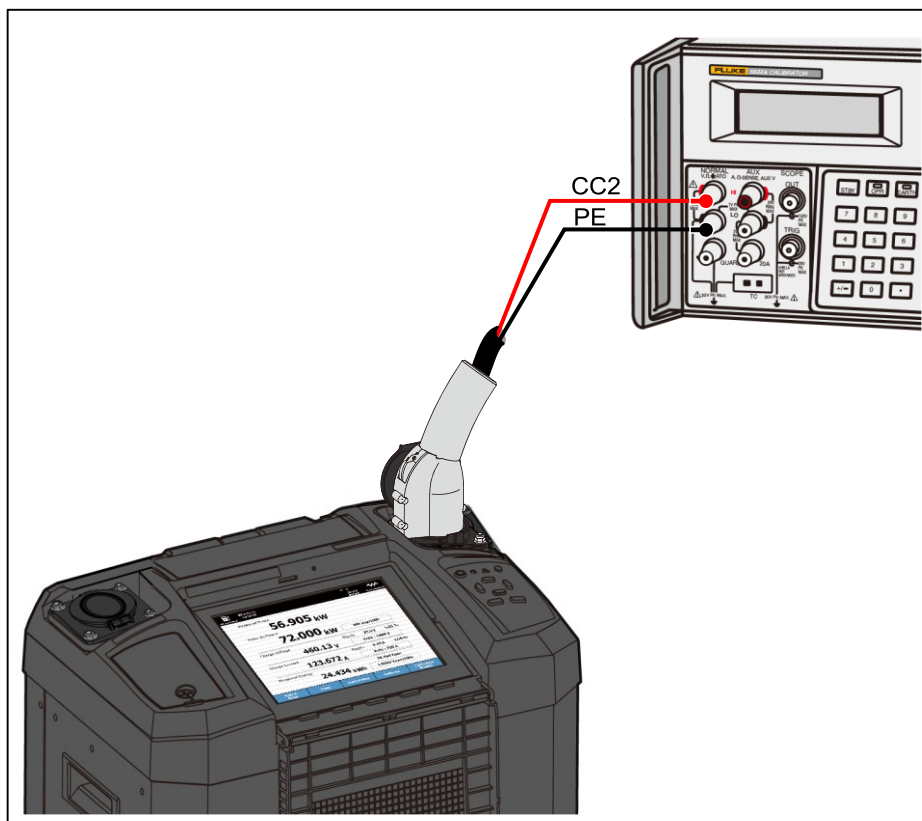

图 10. R_CC2 校准配置
1. 产品屏幕上提示“请连接直流电压源到右充电座 CC2/PE 信号端”时, 按图 10 所示, 将产品右侧充电座接口的 CC2 和 PE 端子分别连接到多功能校准器(Fluke 5522A)的 HI 和 LO 电压输出端子。